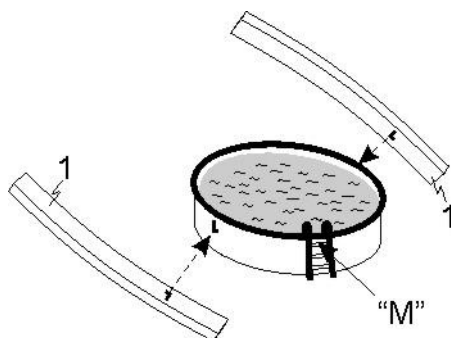

Abb.1.1
Schritt 1: Markierungen am Schwimmbecken (Abb. 1.1 und 1.2)
Als nächstes werden laut Tabelle die Abstände „L“ für die beide „C“ Profile (1) in beiden Richtungen vom Ausgangspunkt >M< abgemessen (Abb. 1.1). Bei **ovalen** Becken befinden sich die „L“ Punkte genau in der Mitte beider Rundungen.
Das kürzere Ende gemessen vom „L“ liegt näher der Einstiegsleiter (Abb. 1.1).